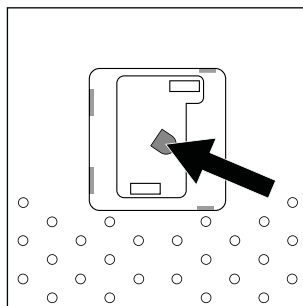

Fig. 2
3. La lente del sensor de partículas está a la izquierda (consulte la fig. 2). Límpiela con un bastoncillo de algodón seco o con un paño suave y seco.